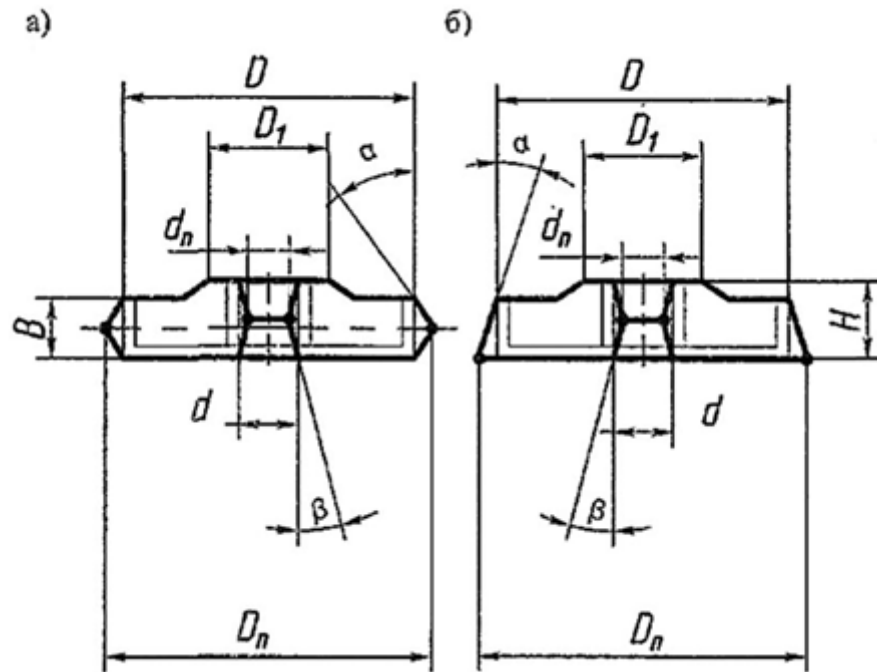

Рисунок 3 – Штамповочные уклоны и размеры поковки:
7. Назначить штамповочные уклоны и определить размеры поковки. Штамповочные уклоны назначают на все поверхности, расположенные параллельно направлению движения деформирующего инструмента (рисунок 3). В полости разъёма штампа образуются новые размеры D_n и d_n , характеризующие наибольший и наименьший внутренний диаметры поковки. Для молотов внешние (α) штамповочные уклоны принимают равными 7° , внутренние (β) – 10° ; для прессов внешние (α) штамповочные уклоны принимают равными 5° , внутренние (β) – 7° .